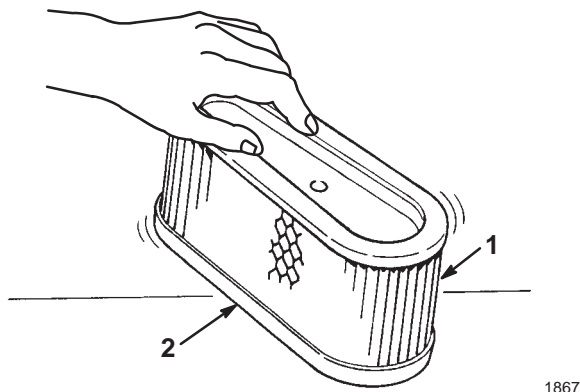

Figure 37
- A. Tapotez doucement l'élément sur une surface plane pour faire tomber la poussière et la saleté (Fig. 37).